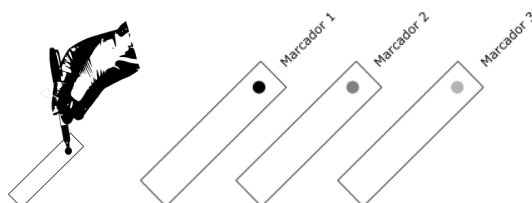

Figura 4. Tiras de papel filtro.
12. En cada una de las tres tiras de papel filtro, colocar un punto con un marcador de color diferente, a una distancia de dos centímetros a lo largo del papel, como se muestra en la Figura 4.